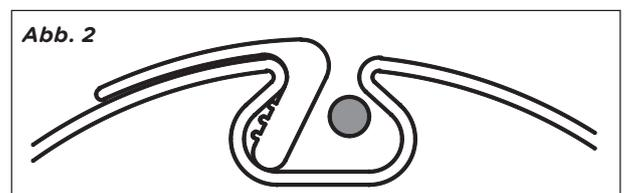

Abb. 2:
3.3. Das Clip-On-Clip-Off-Profil (siehe Abb. 2)